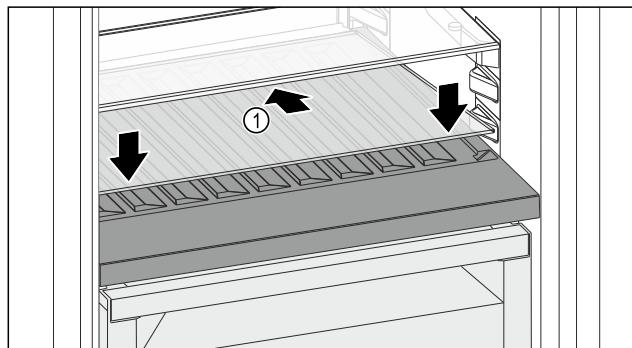

Fig. 98
- Вставьте стеклянную пластину Fig. 98 (1) наискосок и с уклоном назад вниз.
- Опустите стеклянную пластину Fig. 98 (1) спереди.